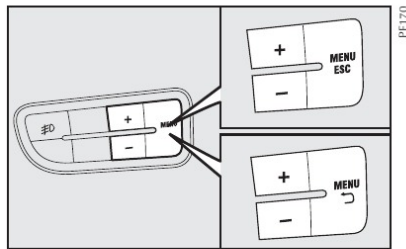

fig. 44
**BOTÕES DE COMANDO - fig. 44**